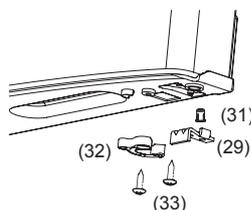

Рис. 9
- Снимите ограничитель (29) рис. 9 и втулку (31) рис. 9 и доводчик (32) рис. 9, в нижней части двери холодильного отделения, открутив винты (33) рис. 9, и закрепите их на противоположной стороне. Прodelайте аналогичную операцию для двери морозильного отделения;